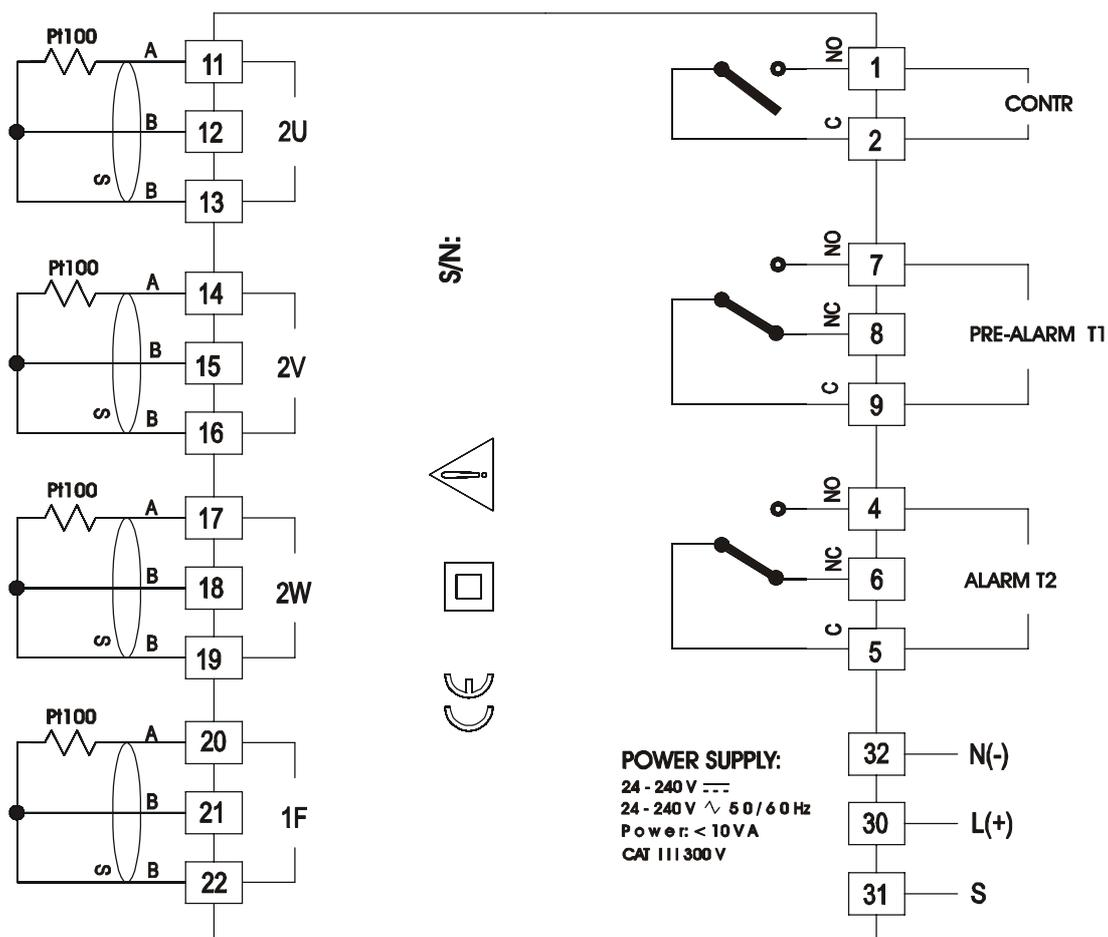

Fig. 3: Collegamenti elettrici sulla centralina HT950N
Per effettuare i collegamenti elettrici sulla centralina HT950N fare riferimento alla Fig. 3
- **E' sempre consigliabile usare per il collegamento di ognuna delle Pt100 un cavo schermato con lo schermo collegato dal solo lato centralina. Come mostrato in Fig. 3 collegare lo schermo di ogni termoresistenza al terminale di riferimento S (31).**